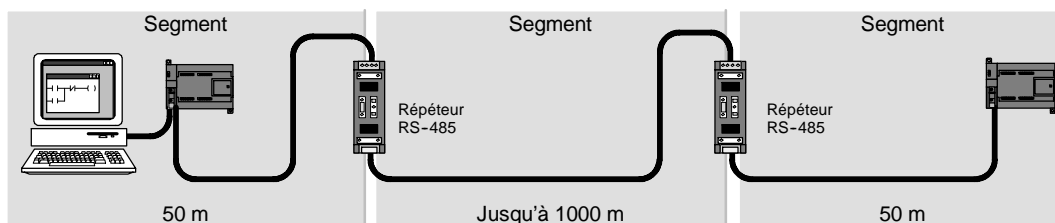

Figure 7-21 Exemple de réseau avec des répéteurs
- Pour augmenter la longueur d'un réseau* : L'ajout d'un répéteur à votre réseau vous permet de l'étendre de 50 m. Si vous connectez deux répéteurs sans autre noeud entre eux (comme illustré à la figure 7-21), vous pouvez étendre le réseau à la longueur de câble maximale pour le débit. Vous pouvez utiliser jusqu'à 9 répéteurs en série dans un réseau, mais la longueur totale du réseau ne doit pas dépasser 9 600 mètres.